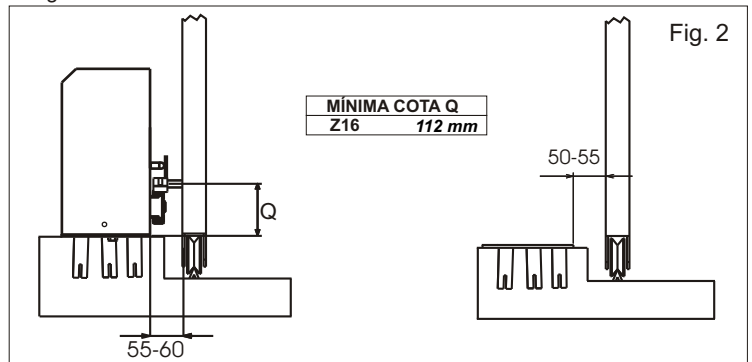
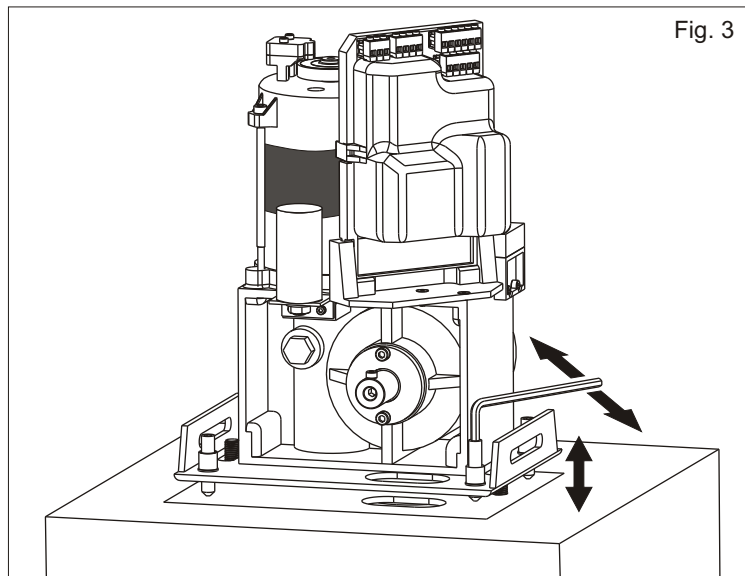

Fig. 2
Fig. 3
**2.3.** Antes de cementar la placa de anclaje asegurarse que la misma resulte perfectamente horizontal y que sea respetada la cota de 50 - 55 mm indicada en la Fig. 2.
**3.2.** Ajustar la altitud del motorreductor utilizando los cuatros tornillos en dotación (Fig.3) respetando las cuotas mencionadas en Fig. 2. Los tornillos de regulación pueden ser utilizados para corregir una nivelación anterior imperfecta de la placa de fundación.